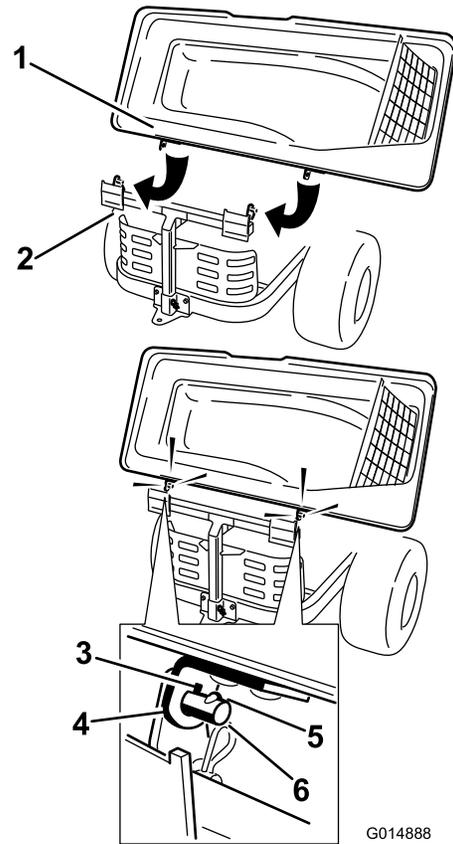

Figure 17
1. Montez le couvercle du collecteur sur le cadre du collecteur. Faites pivoter le couvercle pour aligner les trous de clavettes dans les supports supérieurs du collecteur sur les clavettes des montants du cadre (Figure 17). Faites coulisser les supports sur les montants et abaissez le couvercle du collecteur en position de marche.